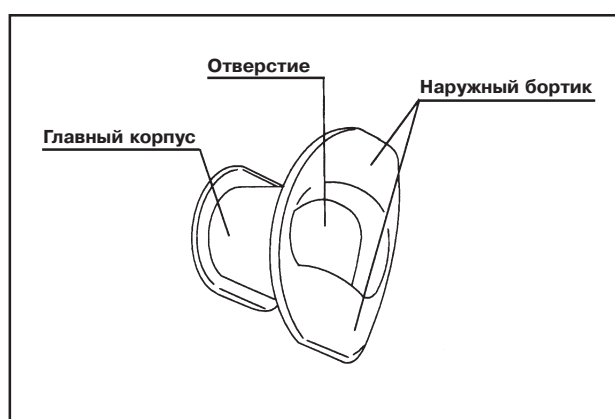

Рис. 3.7
1. Убедитесь в отсутствии на загубнике трещин, деформаций или изменений окраски (см. рис. 3.7).
2. Кончиками пальцев проверьте загубник по всей поверхности на предмет выявления значительных царапин или других дефектов (см. рис. 3.7).